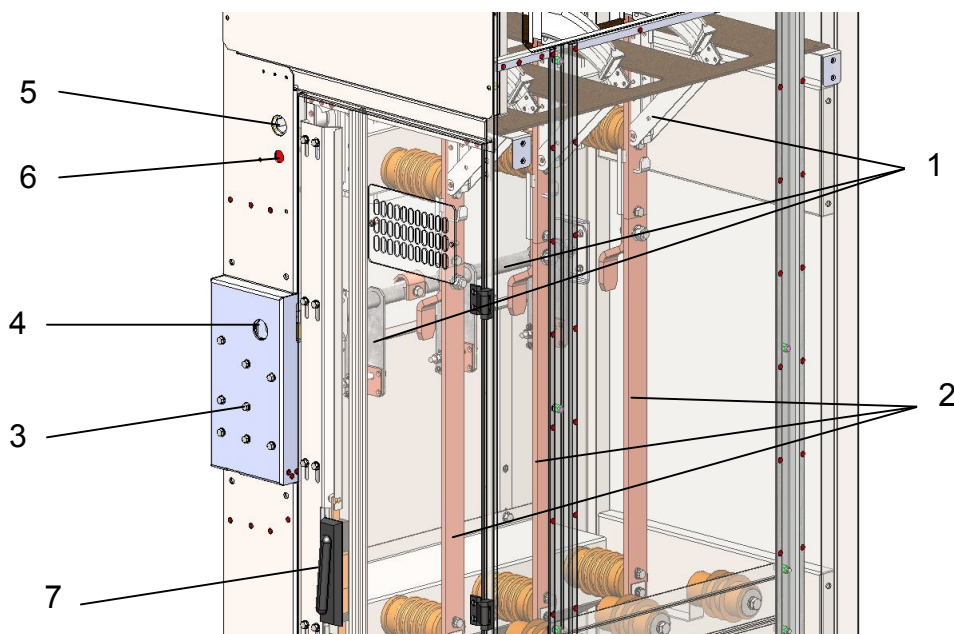

Рис. 4.3 Отсек силовой аппаратуры камеры КСО.
4.2.1 В отсеке силовой аппаратуры могут быть расположены выключатели нагрузки или другое оборудование среднего напряжения, предусмотренное опросным листом на камеры КСО (см. рис. 4.3).
4.2.2 Выключатель нагрузки 1 с заземлителем через отпайки 2 соединяется с силовым кабелем, расположенным в линейном отсеке (на рис. 4.3 не показано).